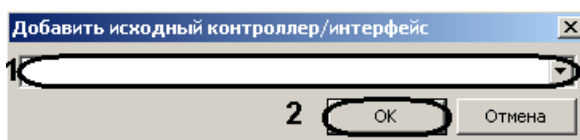

Рис. 3.7—15 Добавление контроллера
4. Выбрать из раскрывающегося списка необходимый объект, соответствующий контроллеру V2000 (см. Рис. 3.7—15, 1).
5. Нажать кнопку **ОК** (см. Рис. 3.7—15, 2).